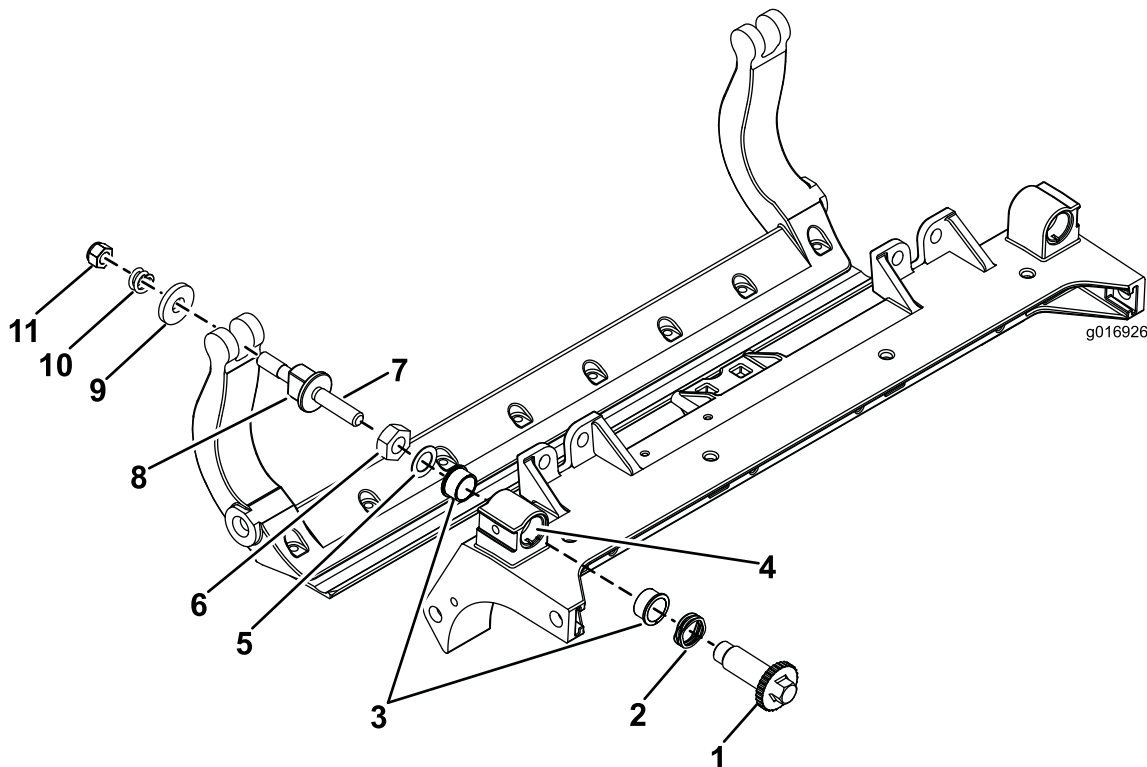

图35
1. 拆除所有零件请参阅 HD DPA 套件 安装说明和 图35。
2. 将防粘剂涂抹到滚刀组中心机架图35的轴套区内侧。
3. 将凸缘轴套上的键与机架的槽对准然后安装轴套图35。
4. 将一个波形垫圈安装到调节器轴上然后将调节器轴滑入滚刀组机架中的凸缘轴套内图35。
5. 使用扁平垫圈和锁紧螺母固定调节器轴图35。
12. 在两个尼龙垫圈的外侧各放一个钢垫圈图35。
注意 内侧的垫圈可能有空隙图35。
15. 旋紧每个底刀架调节器总成上的螺母直到加压弹簧完全压缩然后往回松开 ½ 圈图35。